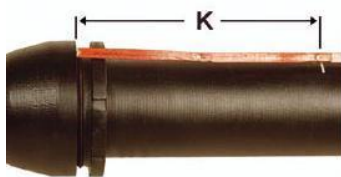

Figura 1
5. Apporre sull'asta del tubo una marcatura di controllo per monitorare un eventuale movimento in direzione assiale in una distanza precedentemente stabilita (K) del manicotto. (v. Figura 1) A montaggio avvenuto con successo, la distanza (K) non può essere maggiore.